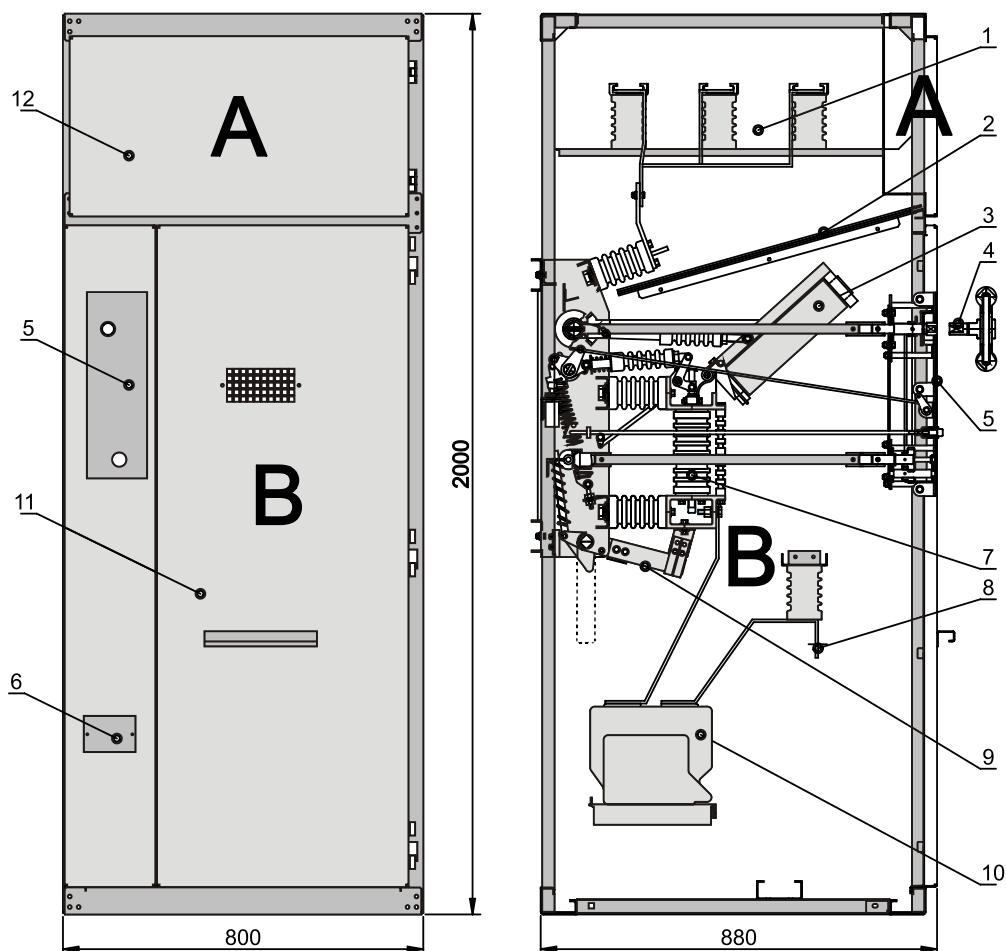

Рисунок 1. Камера КСО-310
Для ручного управления высоковольтным выключателем, разъединителем и заземлителем на передней панели камеры КСО установлен блок привода (5, Рисунок 1). Управление производится с помощью съемной рукоятки (4).